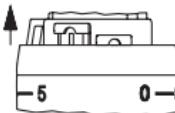

Abb. 6
1. Schieben Sie mittels eines geeigneten Werkzeuges oder Stiftes die Begrenzungselemente aus der „Parkposition“ (zwischen Merkzahl „5“ und „0“, Abb. 6).